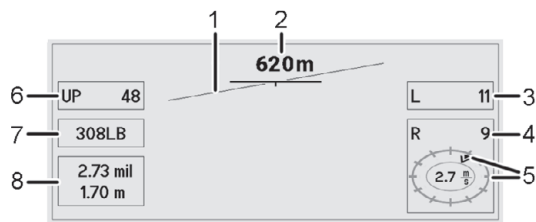

Fig. 3
Las referencias a las ilustraciones y las posiciones de las imágenes se colocan entre paréntesis. Ejemplo: (3/4) significa fig. 3, posición 4.
3. Si es necesario, corrija la dirección del viento con las teclas «derecha/izquierda». Para ello, pulse las teclas hasta la flecha de dirección del viento (ejemplo Fig. 3: El viento viene de la dirección «1 hora») indica la dirección correcta del viento.
- Para volver al primer menú (fig. 3): Presione brevemente el botón de encendido/apagado (3/1) de nuevo.